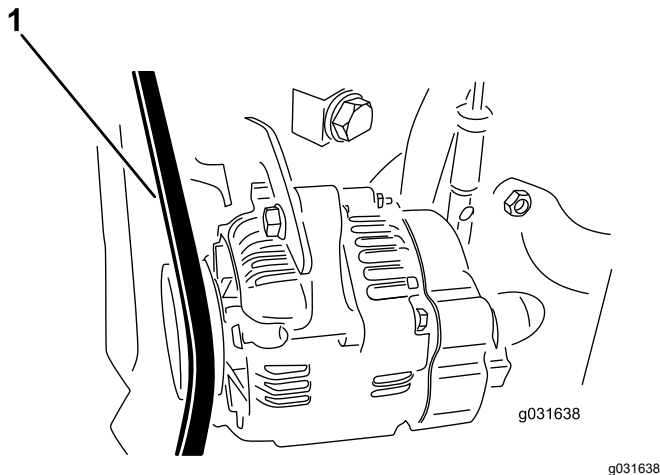

Figura 71
4. Aplique una fuerza de 30 N (22 pulgadas-libra) a la correa del alternador, en el punto intermedio entre las poleas (Figura 71).